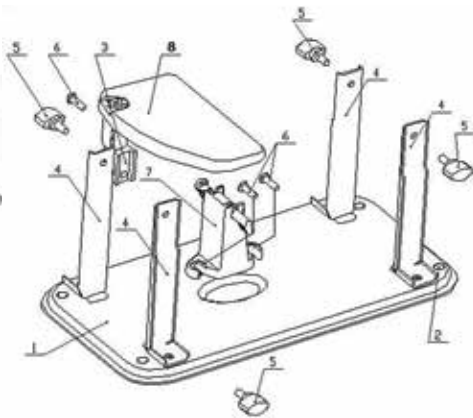

рис. 2
1.6.2 Внешний вид стационарной опоры – **рис.2**